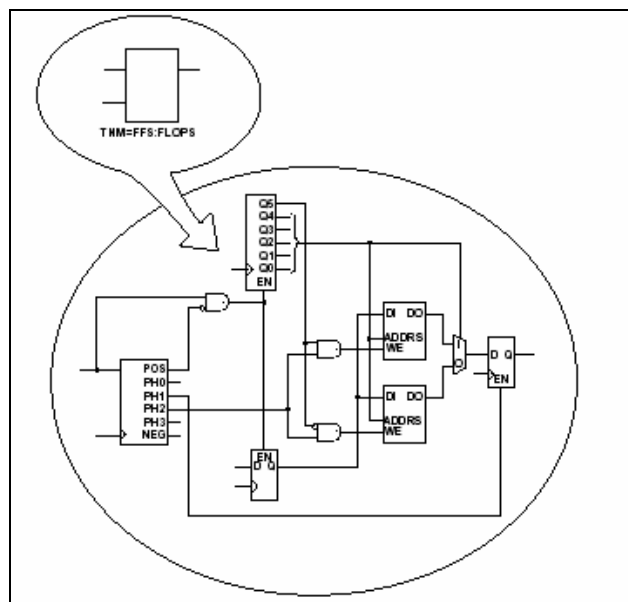

图5-16 TNM 约束附加在 Macro 上
- (4) 如果 TNM 约束附加在一个 Macro 上，那么该 Macro 所有层次下的有效同步元件和 PAD 将成为命名组的一部分，如图 5-16 所示。
在图 5-16 中，TNM=FFS:FLOPS 约束附加在 Macro 上，其作用是把 Macro 中的所有触发器定义为一个分组，名为 FLOPS。